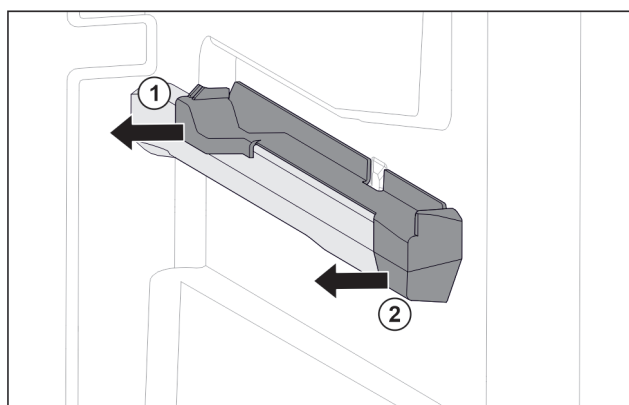

Fig. 83 Вставная часть на правом контейнерном ребре
- ▶ Отодвиньте вставную часть сзади в сторону. Fig. 83 (1)
- ▶ Отодвиньте вставную часть спереди в сторону. Fig. 83 (2)